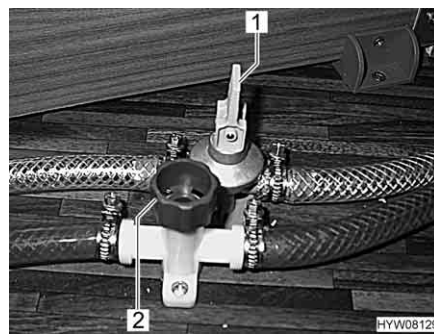

Bild 128 Avtappningskranar
- Stäng alla avtappningskranarna för varmvattenberedaren. Ställ då vipparmen (Bild 128, 1) i vågrätt läge och vrid ventillocket (Bild 128, 2) medurs.
- Öppna alla avtappningskranarna för varmvattenberedaren. Ställ då vipparmen (Bild 128,1) i lodrätt läge och vrid ventillocket (Bild 128,2) moturs.